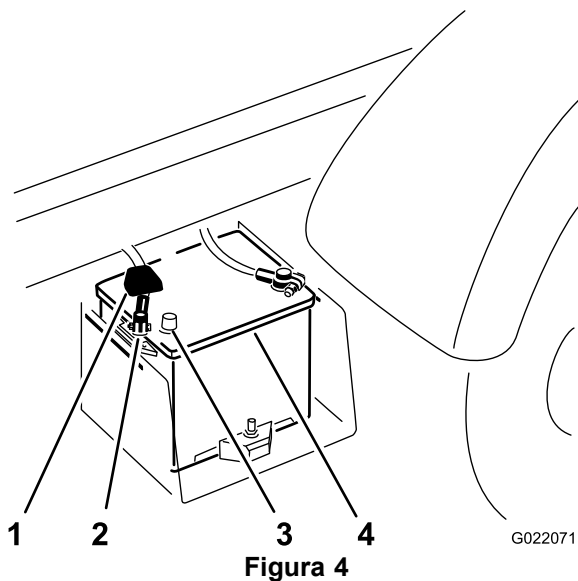

Figura 4
- C. Scollegate il morsetto del cavo positivo della batteria dal polo della batteria (Figura 4).
1. Collegate il cavo positivo della batteria alla batteria (Figura 4); fate riferimento a Preparazione all'installazione del kit.